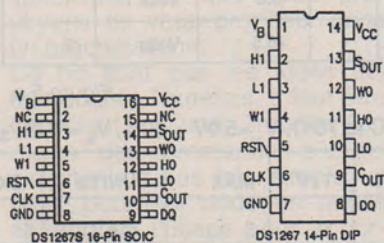

Figure 1
Figure 1, on peut constater que le DS 1267 est disponible en deux boîtiers et trois versions, lesquelles se distinguent par les extensions 10,50 ou 100, qui correspondent en clair aux trois valeurs en kOhm proposées par le constructeur. Comme le nombre de pas est constant (256), on obtient donc trois résolutions allant de 39 à 390 Ohm, et ce avec une bande passante variant entre 250 kHz et 40 kHz (- 3 dB).